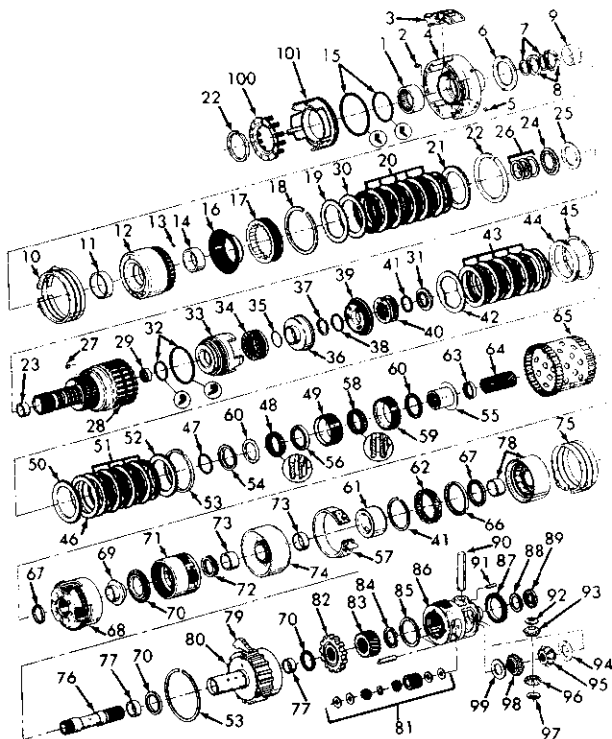

图2-33 内部零件分解图(二档离合器到主减速器)
注意: 参考图 2-30 ~ 图 2-33 进行解体和重装。
(1) 1-2 档滚子轴承设计更改
1994 - 1995 年所有通用汽车公司 (GM) 生产的装有 4T60 - E 变速驱动桥的汽车 (ATRA TSB No. 282), 主减速器衬套中的平面轴承 (图 2-33 中的第 70 号零件) 已改为钢制止推垫圈。这一改动是综合性的, 因为 1-2 档支架和衬套总成除驻车档、倒档和空档外
的所有档位均被前进档制动带保持在静态(图2-33)。